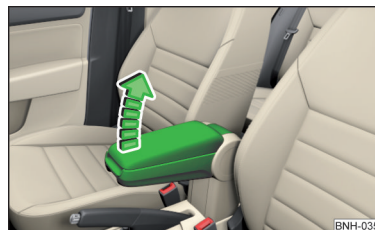

Abb. 63
- Die Armlehne in Pfeilrichtung in eine der fünf Raststellungen anheben » Abb. 63.
- Die Armlehne in Pfeilrichtung bis zum Anschlag anheben » Abb. 63.